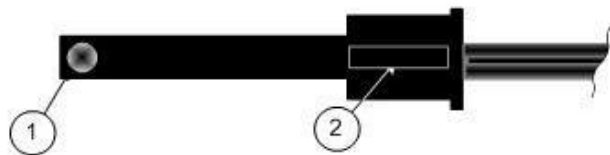

Рис. 17.
10. Проверка загрязненности линзы детектора пламени (Рис. 17).
Для сборки насоса (Рис. 17) необходимо установить прокладку насоса 4 на нагнетательный узел 5, фильтр 3 установить в крышку 2, все смонтировать болтами 1 в соответствующие пазы корпуса насоса.